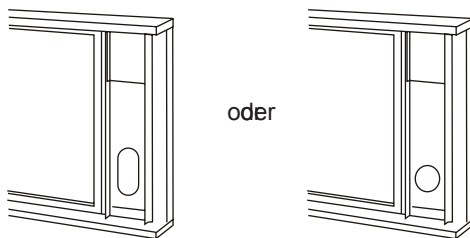

Abb. 14
4. Schneiden Sie die Schaumstoffdichtung (Klebstoff-Typ) auf die richtige Länge und befestigen Sie es am oberen Rand des Fensters. Wie in Abb.14 gezeigt wird